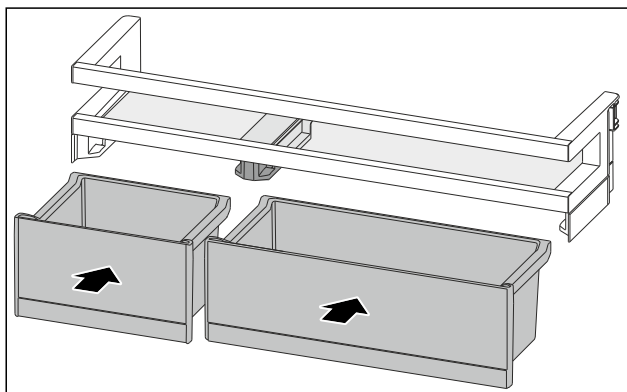

Fig. 98
- ▶ VarioBoxen in getauschter Anordnung einsetzen. (siehe Fig. 98)